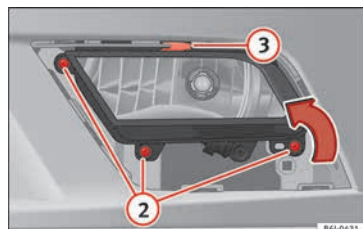

Abb. 96 Nebelscheinwerfer
- Entfernen Sie die Schrauben (3x) » Abb. 96 ②, um den Nebelscheinwerfer herauszunehmen.
- Ziehen Sie die Metallklammer an der Oberseite des Nebelscheinwerfers zur Außenseite des Fahrzeuges ab » Abb. 96 ③.